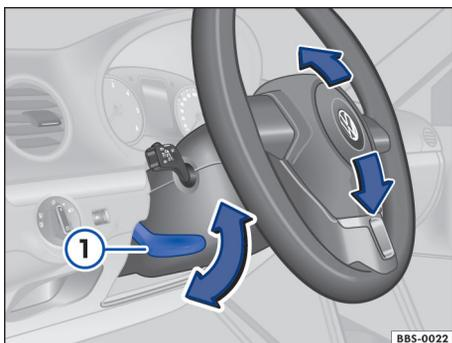

图 36 机械调整方向盘位置
- 下推手柄 ① ⇒ 图 36。
- 上推手柄 ① ⇒ 图 36，将其锁定 ⇒ ▲。
- 调整转向柱后务必上推手柄 ① ⇒ 图 36，将其锁定，防止行驶中转向柱自行移位。